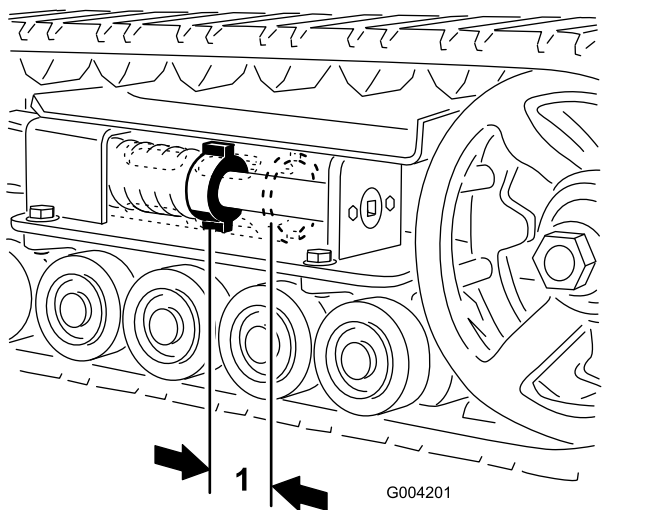

Рисунок 46
Между натяжной гайкой и задней стороной натяжной трубы должен быть зазор 7 см (Рисунок 46). Если это не так, отрегулируйте натяжение гусеницы, используя следующую процедуру:
5. Используя ключ с храповым механизмом на $\frac{1}{2}$ дюйма, поворачивайте натяжной винт против часовой стрелки до тех пор, пока расстояние между натяжной гайкой и задней стороной натяжной трубы (Рисунок 46) не станет равным 7 см.
натяжной трубы (Рисунок 46) не станет равным 7 см.
18. Поворачивайте натяжной винт против часовой стрелки до тех пор, пока расстояние между натяжной гайкой и задней стороной натяжной трубы (Рисунок 46) не станет равным 7 см.